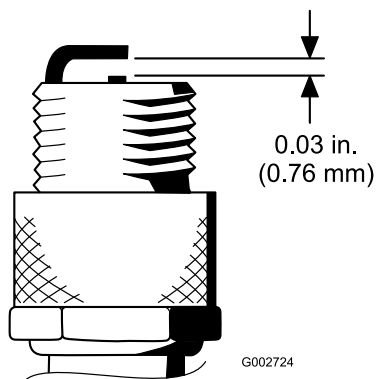

Figura 45
- Impostate la distanza tra il centro e il lato degli elettrodi a 0,76 mm (Figura 45).